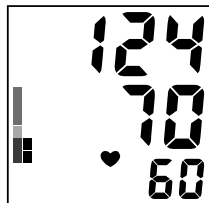

Рис. 3
5. В кінці вимірювання прилад випустить повітря з манжети і на дисплеї з'явиться результат вимірювання (рис. 3).